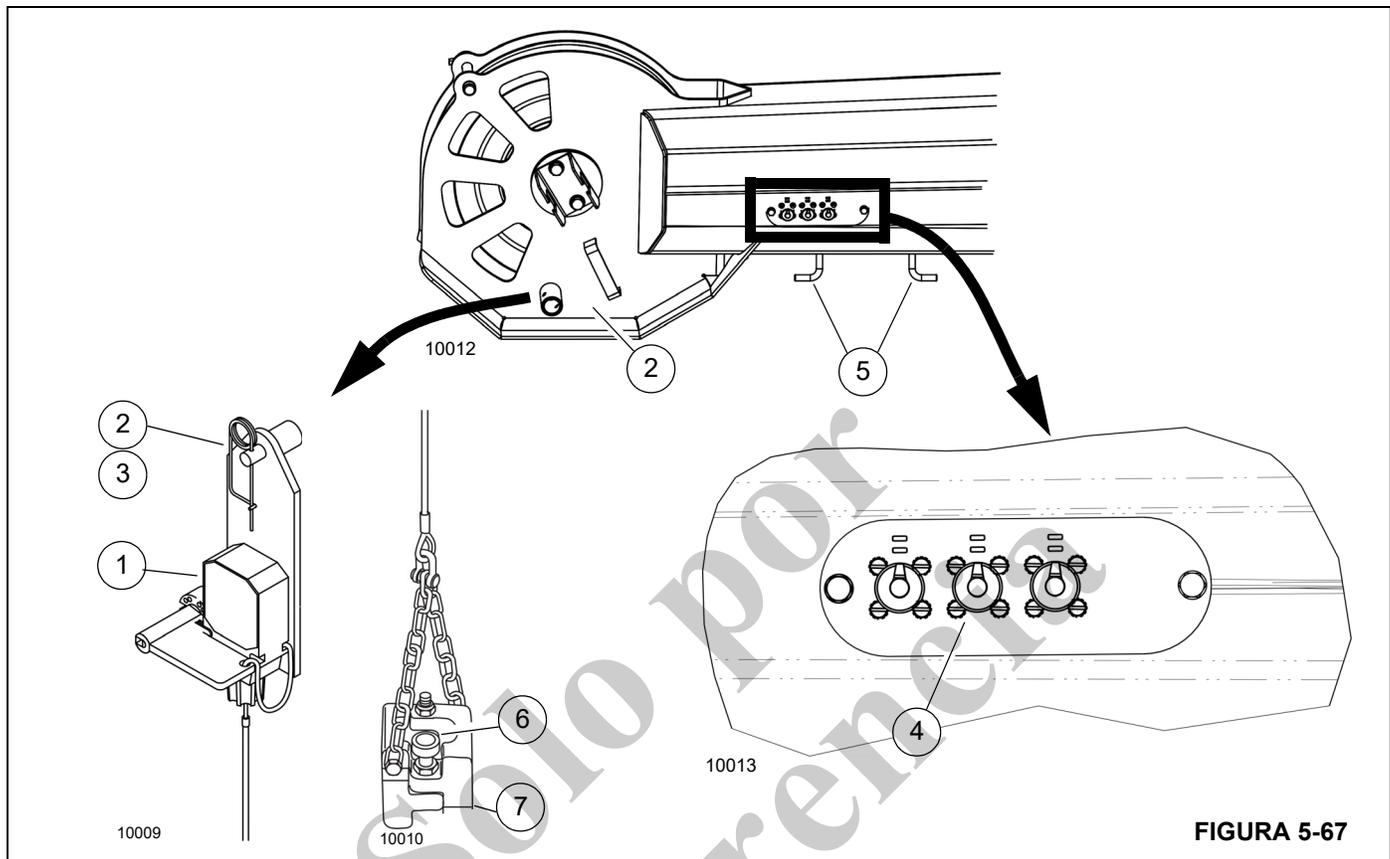

FIGURA 5-67
1. Instale el interruptor de prevención de contacto entre bloques (1, Figura 5-67) en la escuadra (2) a cada lado de la punta de la sección de extremo. Fije con la pinza de retención (3).
2. Retire la tapa protectora del receptáculo (4). Enchufe el conector eléctrico del interruptor al receptáculo (4).
3. Asegure el exceso de cable en los ganchos de almacenamiento (5), según sea necesario.
4. Retire el pasador de seguridad (6) e instale el peso de prevención de contacto entre bloques (7) alrededor del cable de malacate. Instale el pasador de seguridad (6).
1. Retire el pasador de seguridad (6, Figura 5-67) y cambie el peso (7) del cable de malacate.
2. Retire el conector eléctrico del receptáculo (4).
3. Instale la tapa protectora en el receptáculo (4).
4. Retire la pinza de sujeción (3) y el interruptor de prevención de contacto entre bloques (1) del soporte (2).
5. Instale el interruptor de prevención de contacto entre bloques (1) en la pluma principal.